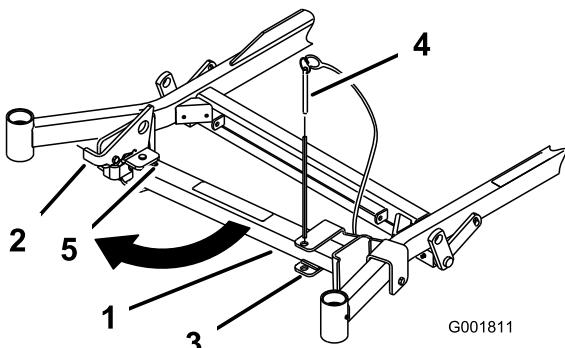

Figura 24
2. Togliete il perno dalla staffa (Figura 24).
5. Riportate il supporto in posizione di riposo (Figura 24).